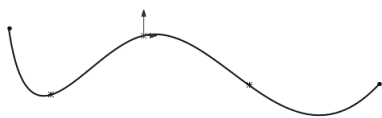
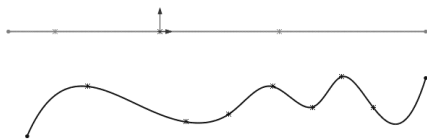

图 3-11 绘制样条曲线 2
图 3-12 绘制样条曲线 3
2) 单击“草图”面板中的 N （样条曲线）按钮，在步骤 1) 中设置的基准面上绘制一个样条曲线，如图 3-11 所示，然后退出草图绘制状态。
4) 单击“草图”面板中的 N （样条曲线）按钮，在步骤 3) 中设置的基准面上绘制一个样条曲线，如图 3-12 所示，然后退出草图绘制状态。
6) 单击“草图上草图”按钮，在 $\square$ （要投影的草图）列表框中选择图 3-11 和图 3-12 所示的两条样条曲线，如图 3-13 所示。